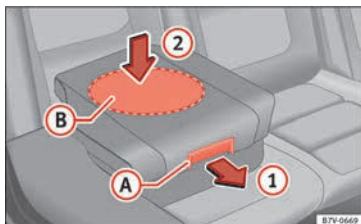

Fig. 98 Asiento integrado para niños: bajar el cojín.
- Tire del cojín hacia delante por la palanca de desbloqueo » **fig. 98 A** en la dirección de la flecha ①.
- Empuje el cojín hacia abajo por la zona *central* **B** en la dirección de la flecha ② para que encastre de forma segura » ❶. Los soportes laterales se abaten automáticamente.
❶ CUIDADO
Al bajar el asiento integrado para niños, presione sólo sobre el centro del cojín » **fig. 98 ②. De lo contrario, el cojín se podría torcer y no encastrar correctamente.**